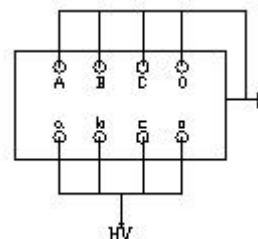

图 6-12 变压器反接法
(3)：反接法、电压为 10KV、二次绕组对一次绕组及地、接线见图 6-12